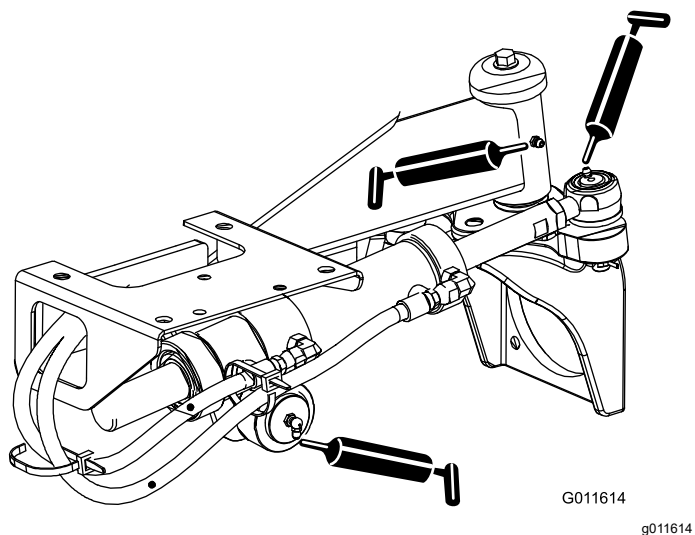

Figura 70
- Articulații sferice ale cilindrului de direcție (2) i axului spate (1) - Figura 70